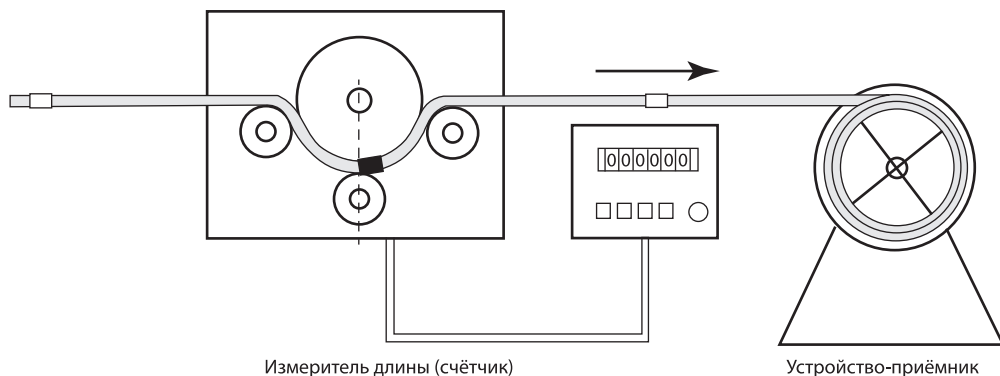

Рисунок 2. Калибровка
4.1. Для проведения проверки/калибровки измерителей длины КПП один из «заправочных концов» ТСП-П продевается через валы измерителя и наматывается (закрепляется) на устройстве-приёмнике (катушке, барабане, вращающейся раме и т. п.), на которое будет производиться его намотка (рисунок 2). Внутренний
край «основной» контрольной метки красного цвета устанавливается между валом и прижимным роликом счётчика согласно схеме (рисунок 2). Далее, для начала проверки показания счётчика сбрасываются до нулевого значения, и начинается прогон ТСП-П через станок.